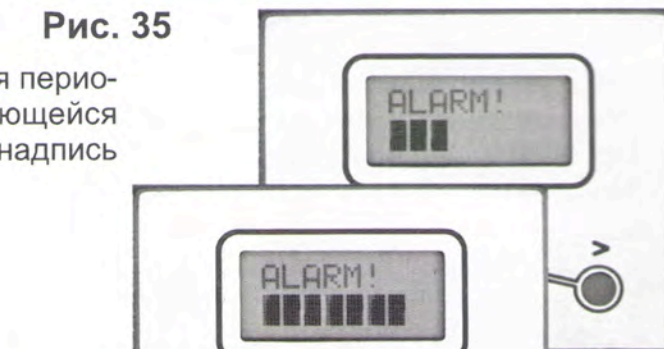

Рис. 36
3. В случае обнаружения ВВ включается периодический звуковой сигнал с изменяющейся тональностью, а на дисплее появляется надпись 'ALARM' (рис. 36 - 38).